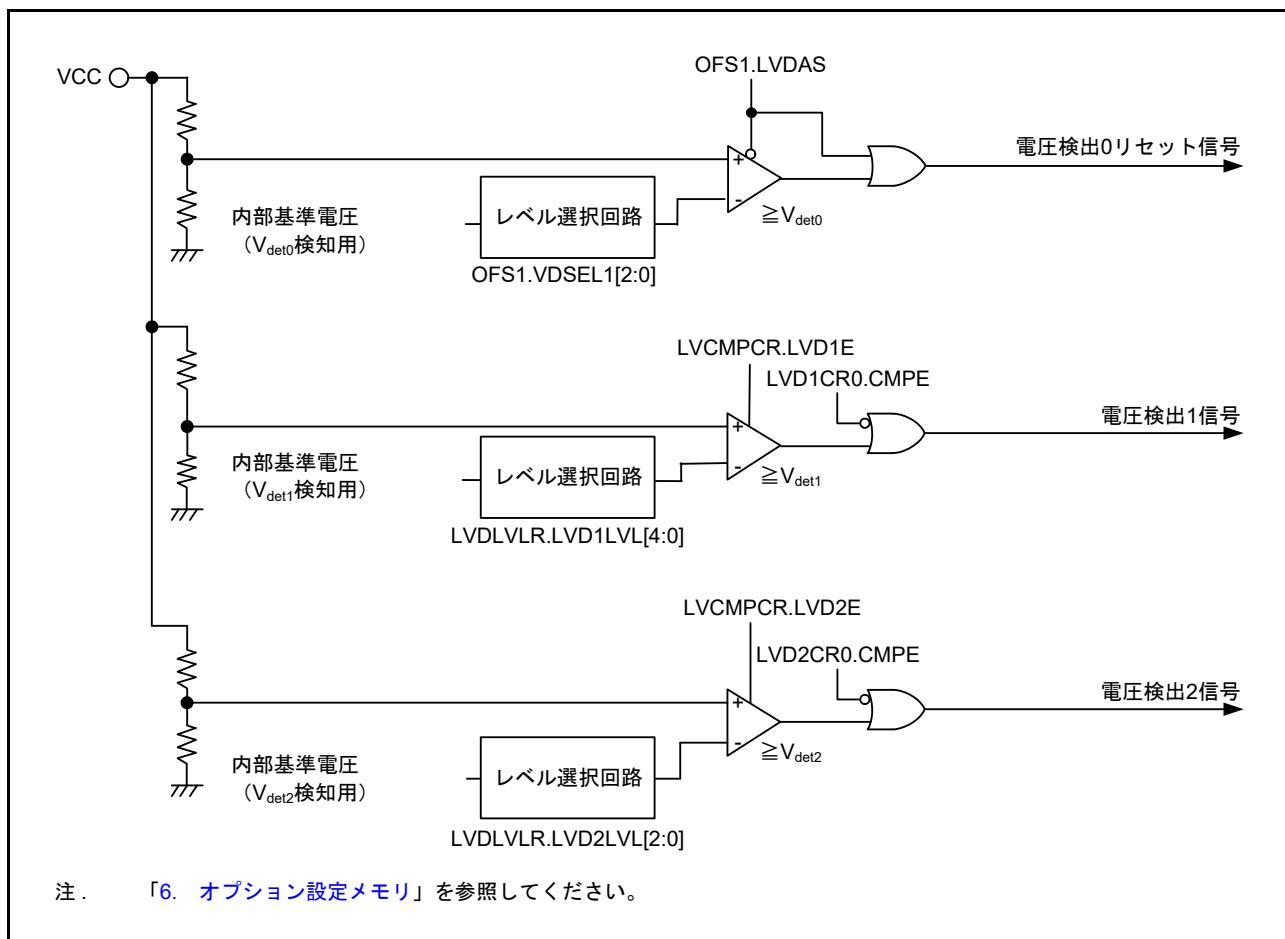
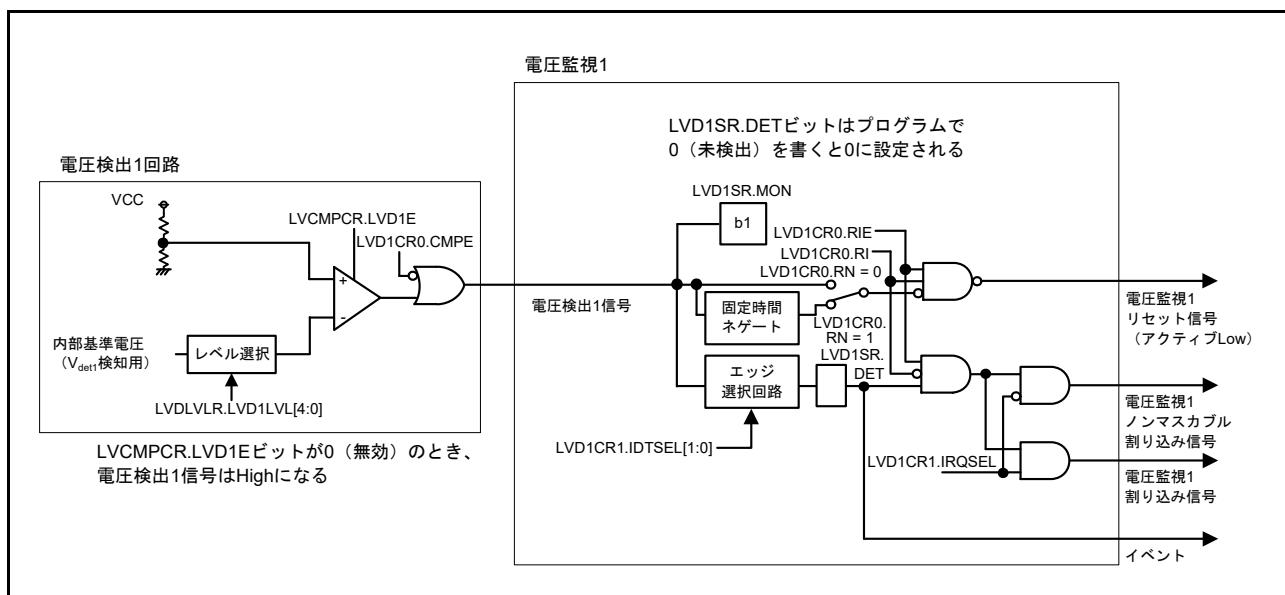
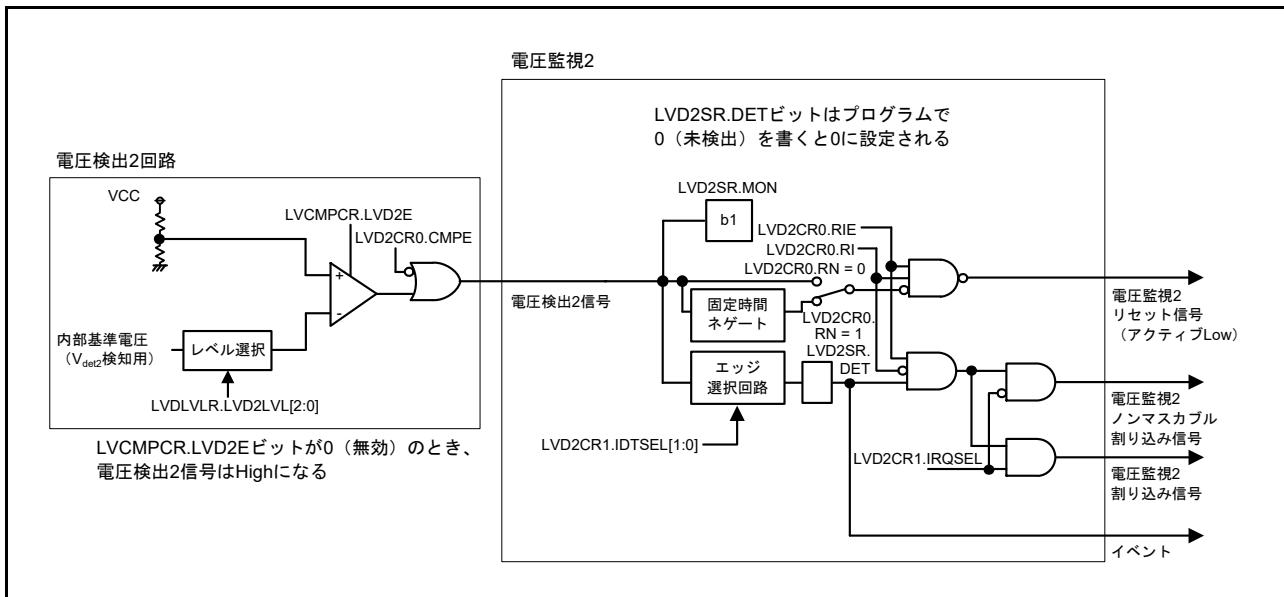

図 7.1 電圧検出 0、1、2 回路のブロック図
図 7.2 電圧監視 1 割り込み／リセット発生回路のブロック図
図 7.3 電圧監視2割り込み／リセット発生回路のブロック図
**表 7.1** に、LVD の仕様を示します。また、**図 7.1** に電圧検出 0、1、2 回路のブロック図を、**図 7.2** に電圧監視 1 割り込み／リセット発生回路のブロック図を、**図 7.3** に電圧監視 2 割り込み／リセット発生回路のブロック図を示します。